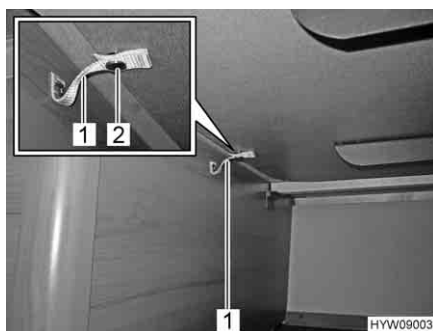

Fig. 44 Fissaggio del piano del tavolo
- Fissare la reggetta di sicurezza (Fig. 44,1) al lato inferiore del tavolo mediante il bottone a pressione (Fig. 44,2).